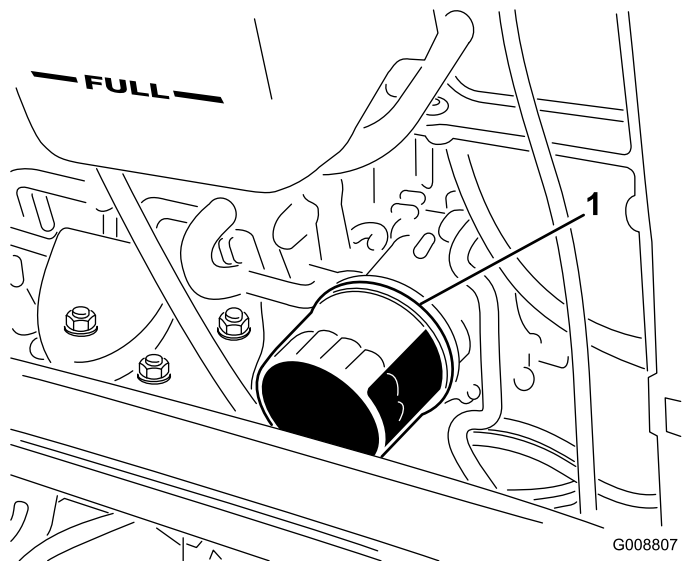

Figure 37
2. Déposez le filtre à huile (Figure 37).